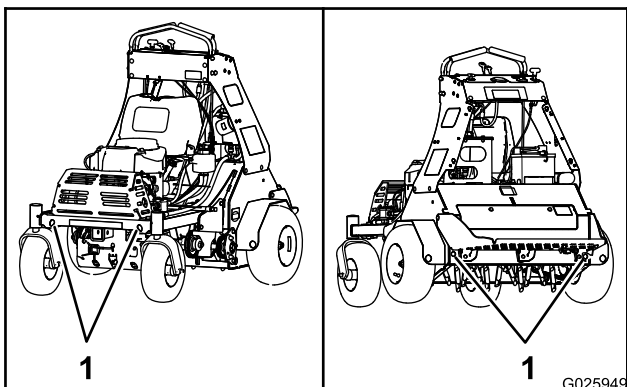

Figura 23
7. Utilice los puntos de amarre de la máquina para sujetar la máquina firmemente al remolque o al camión con correas, cadenas, cables o cuerdas (Figura 23).